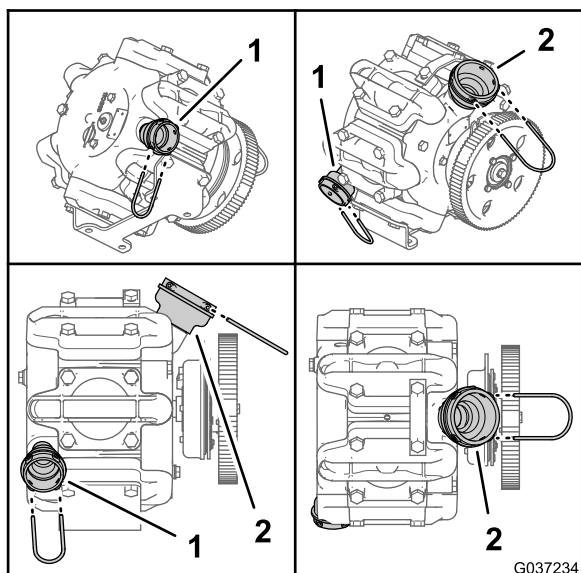
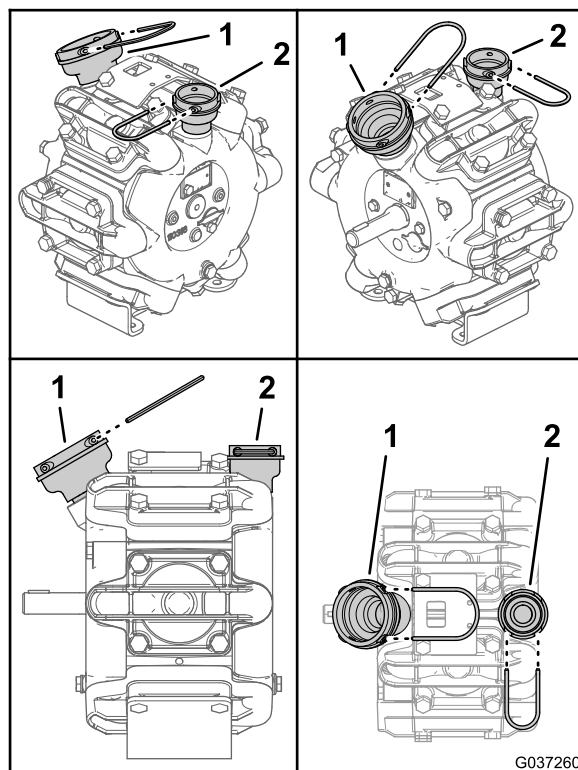

Figura 2
Figura 3
1. Com a bomba antiga do pulverizador removida da máquina, anote a posição do retentor e encaixes do retentor da união da porta de pressão; consulte Figura 2 ou Figura 3.
2. Anote a posição do retentor e encaixes do retentor da união da porta de alimentação; consulte Figura 2 ou Figura 3.
5. Aperte a união à mão até que os encaixes dos retentores fiquem alinhados com a mesma orientação da bomba antiga que anotou no passo 2 de 2 Anote a posição das uniões da bomba do pulverizador. \(página 1\); consulte Figura 2 ou Figura 3.
7. Aperte a união à mão até que os encaixes dos retentores fiquem alinhados com a mesma orientação da bomba antiga que anotou no passo 1 de 2 Anote a posição das uniões da bomba do pulverizador. \(página 1\); consulte Figura 2 ou Figura 3.